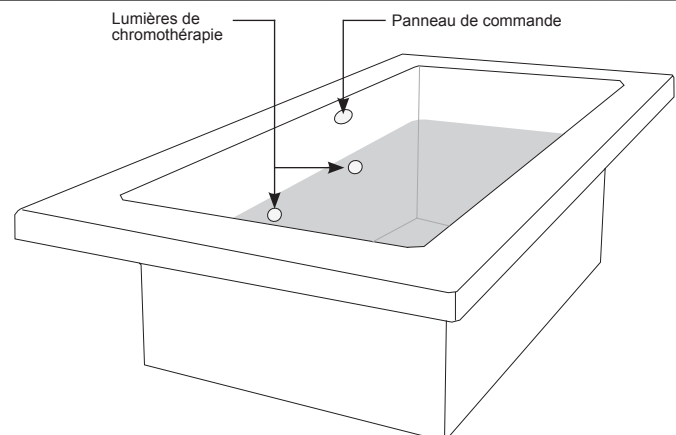

Figure 2 - configuration possible
- 1 Planifiez l'emplacement du panneau de commande. Une configuration possible est illustrée à la droite (figure 2).